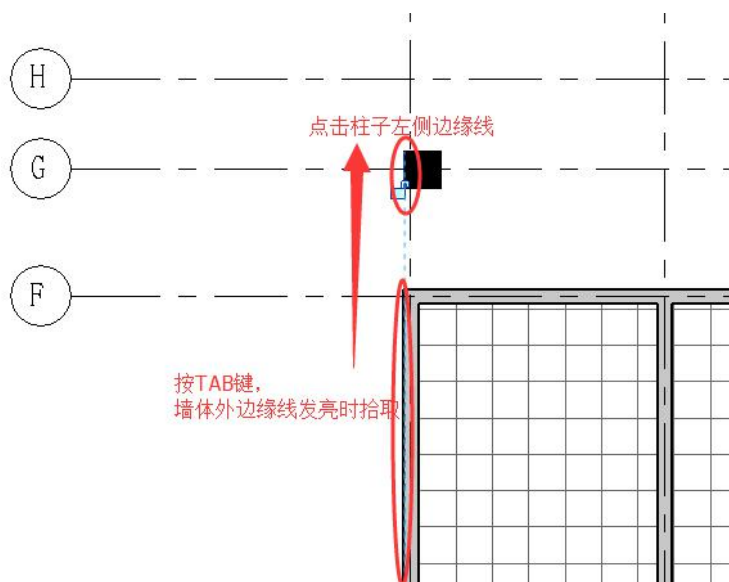

图 5-4 对齐命令
• 柱子边缘对齐墙体外侧：观察 1 轴、G 轴交点柱子的边缘线没有与 1 轴外墙的外面对齐，也没有与 G 轴墙体的外面层对齐。点击“修改”选项卡“修改”面板中的“对齐”工具，勾选选项栏中的“多重对齐”，光标移到 1 轴墙体外边缘线，按 TAB 键一次至墙体外边缘线发亮时，点击拾取外边缘线；光标移到 1 轴、G 轴交点柱子左侧边缘线，点击柱子左侧边缘线（图 5-4）。此时，该柱子的左边缘线会与外墙的外面对齐。再依次点击 1 轴线上其他三个柱子的左边缘线，使这三根柱子的左边缘线与外墙外面层对齐。按 ESC 键两次退出“对齐”命令。